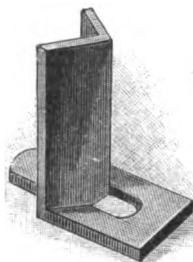

Fig. 1.
**PAVAGE EN BOIS ET ACIER.** — Ce pavage a été essayé dans Queen street, à Sheffield, où il a donné les meilleurs résultats. C'est une modification du pavage en bois que connaissent tous les Parisiens. Comme pour ce dernier, on commence par faire une assise de béton, et, sur cette assise, on place les socles d'acier que représente notre figure 1. Ces socles se composent d'une base sur laquelle s'élève verticalement une pièce d'acier for-